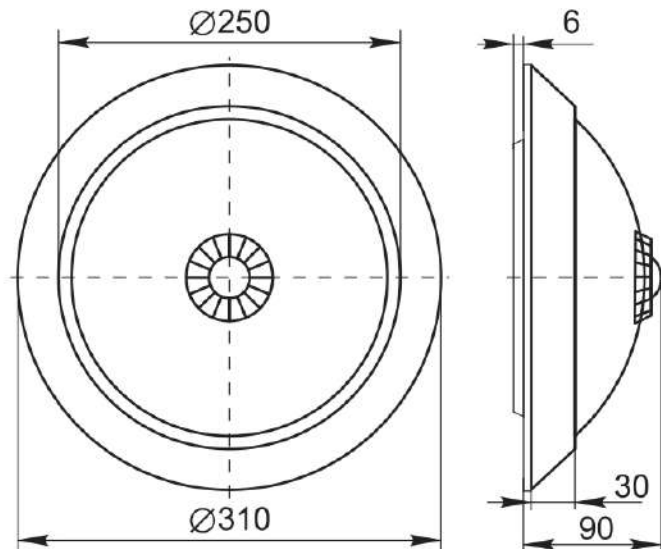

Рисунок 4 - НПО 3235Д
Рисунок 4а.
Рисунок 4б.
– наибольшую чувствительность датчик движения имеет, когда движущийся объект перемещается перпендикулярно лучам зоны обнаружения (рисунок 4а);
Если объект приближается по оси фронтального захвата (рисунок 4б), то его обнаружение произойдет несколько позже.